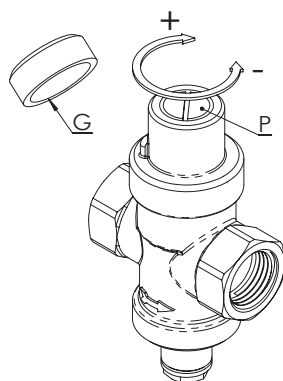

FIG. 3A
**Regolazione Art. T15B:** Per modificare la pressione in uscita è sufficiente svitare e togliere il tappo in plastica nera; in seguito utilizzando un cacciavite, agire sul premi-molla in ottone come illustrato in Fig. 3A; ruotando in senso orario la pressione in uscita aumenta, ruotando in senso antiorario la pressione in uscita si riduce. La corretta regolazione della pressione deve essere effettuata a impianto chiuso a valle.
**Regulation for type T15B:** to modify the outlet pressure, remove the black plastic cover: with a screwdriver, turn the brass stem as shown in Fig. 3A; by turning clockwise the outlet pressure will increase, by turning anticlockwise, the outlet pressure will decrease. The correct regulation of the pressure has to be done while circuit is closed downstream.